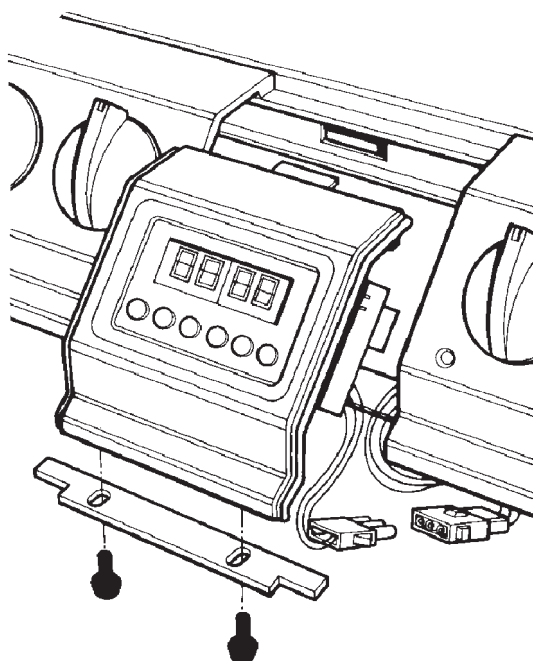

Fig. 23
2. Enlevez la barre de coulée de la minuterie et les vis de fixation (2).
3. Il est maintenant possible de dégager l'unité de la minuterie pour défaire les branchements (voir Fig. 23).